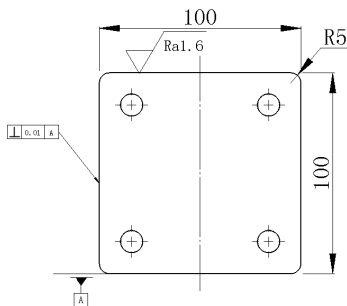

图 6-71 添加形位公差
**12** 设置完成后，移动光标到需要添加形位公差的位置单击即可完成标注，单击“确定”按钮即可在图中添加形位公差符号，如图 6-71 所示。